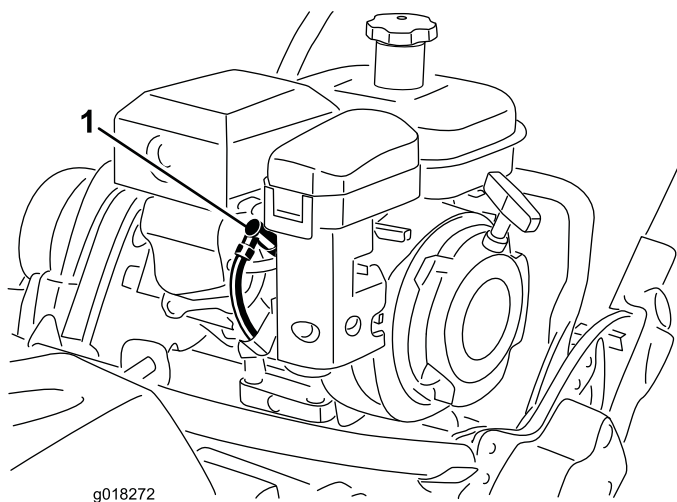

Figure 34
1. Débranchez le fil moulé de la bougie (Figure 34).